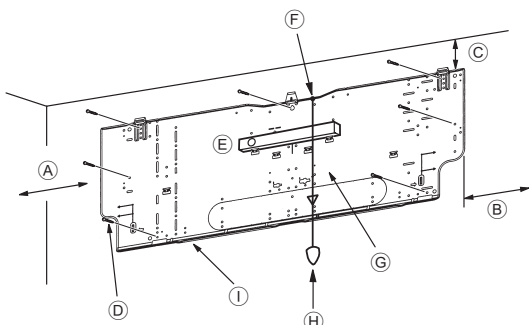
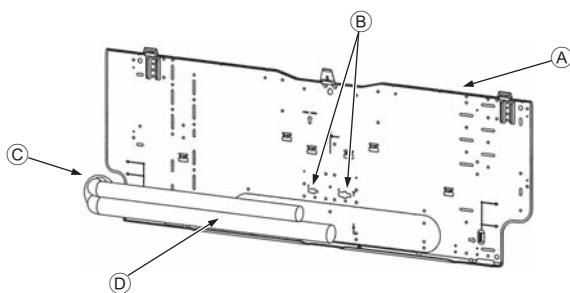

Рис. 3-4
Рис. 3-5
■ PKFY-P-VKM-E (Рис. 3-4)
- Д Крепежные винты (4 x 25) ②
- И Монтажная плита ①
3.3. Встраивание труб в стены (Рис. 3-5)
- А Монтажная плита ①